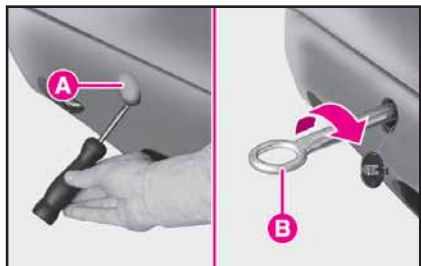
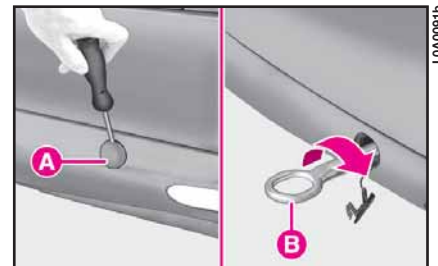

fig. 82
fig. 83
– Quite la tapa **A** introducida a presión en el parachoques delantero (fig. 82) o trasero (fig. 83), haciendo palanca con un destornillador en el punto indicado en la figura.